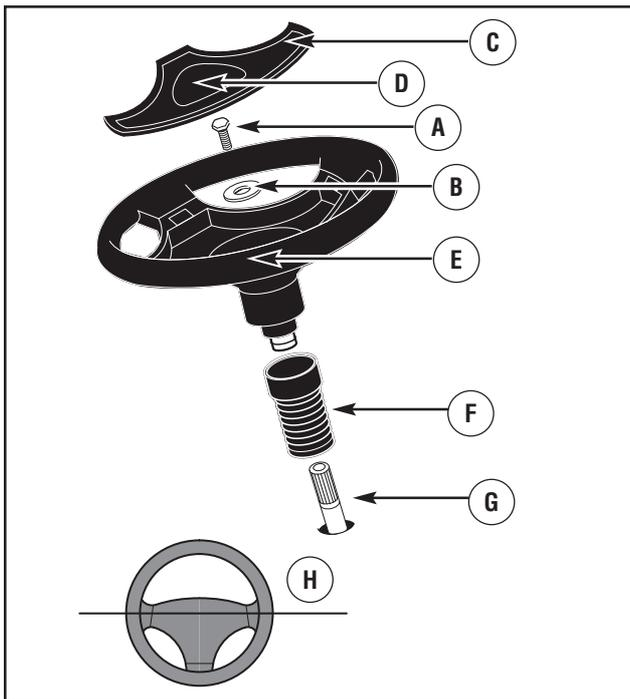

Figura 7: Asta del volante
2. Far scorrere il **soffietto** sull' **asta del volante** (figura 7).
NOTA: Prima di fissare il volante, assicurarsi che le ruote anteriori siano dirette in avanti e siano diritte. Per il corretto allineamento del volante, vedere figura 7.